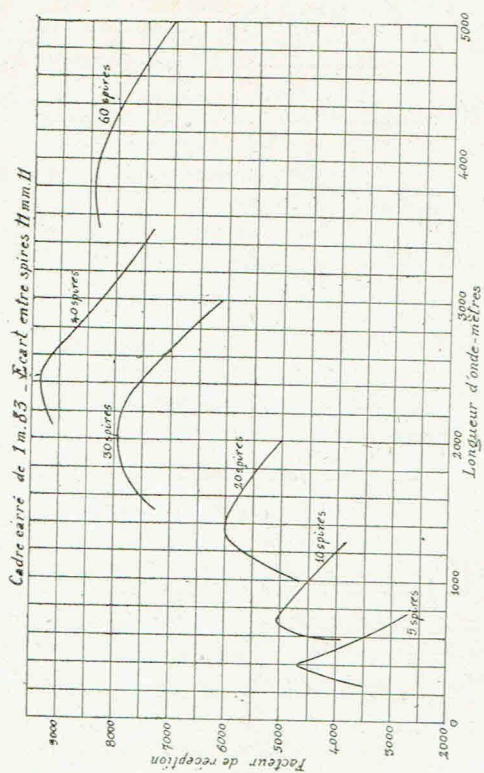

Fig. 6.
différentes. Les Fig. 6, 7, 8 et 9 montrent graphiquement les résultats obtenus. Deux faits importants se dégagent de ses mesures. Le premier est que quand on augmente le nombre des spires le maximum du « facteur de réception » devient moins net, ce qui veut dire que le cadre peut recevoir dans des conditions *suffisantes* une gamme plus étendue de longueurs d'ondes. Le second est que, pour une longueur d'onde donnée, quand on augmente le nombre des spires, le « facteur de réception » augmente, atteint un maximum et diminue ensuite. Pour chaque dimension de cadre existe donc aussi un nombre de spires qui est le plus favorable pour la longueur d'onde à recevoir.
2. Si on veut employer un cadre pour recevoir plusieurs longueurs d'ondes l'abaque précédent devient insuffisant, car il ne donne pas les « facteurs de réception » pour toutes ces ondes. Il faut dans ce cas se reporter aux courbes des Fig. 6, 7, 8 et 9 et choisir d'après elles le cadre qui donne les meilleurs résultats moyens pour la gamme des longueurs d'onde considérée.